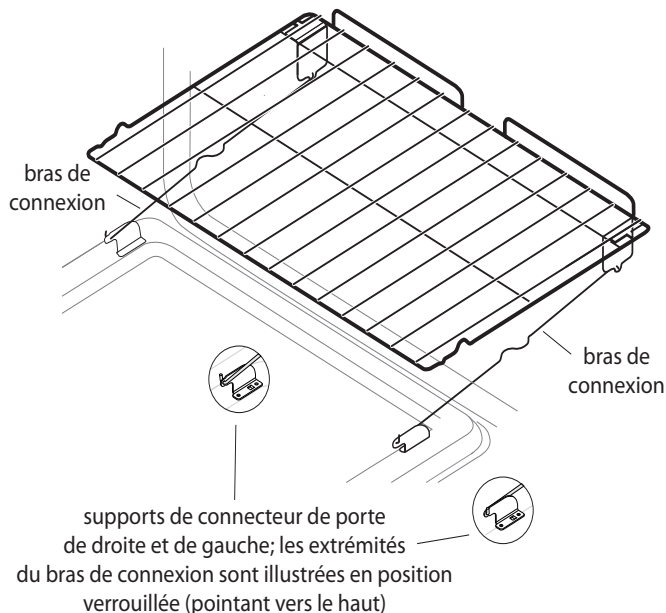

Figure 23 : Grille de four Effortless™ après le montage
6. Tout en maintenant le bras de connexion en place, tournez-le afin que ses extrémités pointent vers le haut (Figure 23). Le bras de connexion devrait désormais être verrouillé en place (Figure 24).